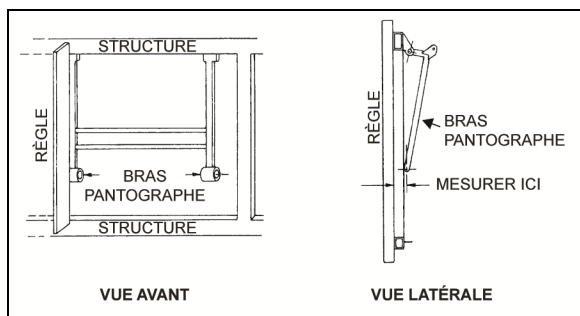
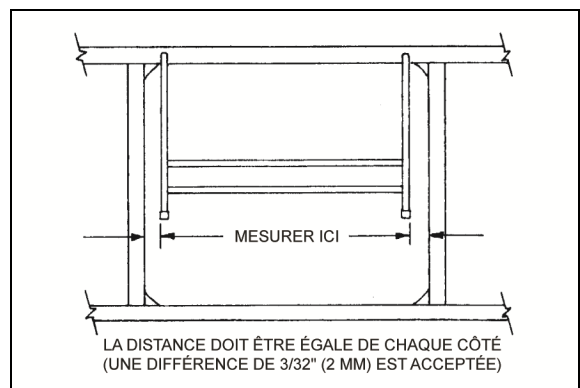

FIGURE 64 : AJUSTEMENT D'UNE PORTE À PANTOGRAPHE 18062
FIGURE 65 : AJUSTEMENT D'UNE PORTE À PANTOGRAPHE 18063
Mesurer la distance entre l'extrémité de l'un des bras du pantographe et un bord droit de la structure. Répéter la procédure pour l'autre bras. La distance doit être égale des deux côtés. Si ce n'est pas le cas, incliner le bras approprié jusqu'à ce que la mesure souhaitée soit obtenue (Figure 64 et Figure 65).
5. Lorsque la porte est droite, enlever les morceaux de bois et vérifier que la porte fonctionne et est ajustée correctement. Une différence de $3/32$ po (2 mm) est acceptée entre les deux côtés (Figure 65).